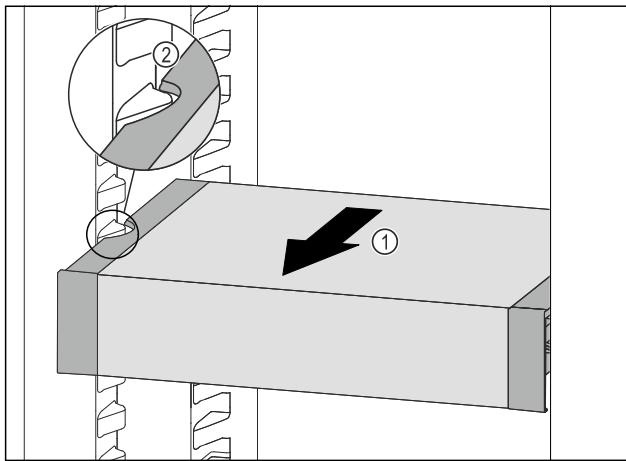

Fig. 56
- Táhněte VarioSafe dopředu Fig. 56 (1), dokud nebudou boční vybrání VarioSafe na úrovni žebrování na nádoby v chladničce. Fig. 56 (2)